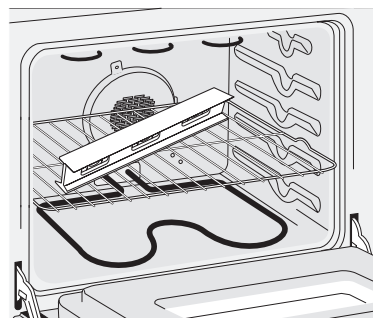

Figure 10
- Vérifiez si l'appareil est à niveau en installant une grille au centre du four et en plaçant un niveau à bulle sur cette dernière (Figure 10).
- Déposez un niveau à bulle sur la grille (figure 10). Prenez 2 lectures en plaçant le niveau en diagonale dans une direction, puis dans l'autre direction. Si nécessaire, ajustez les vis de nivellement ou le dispositif de nivellement.